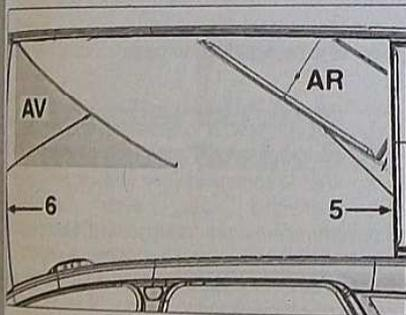

FIG. 61
Décoller les joints de finition AV (6) et AR (5) (Fig.61).